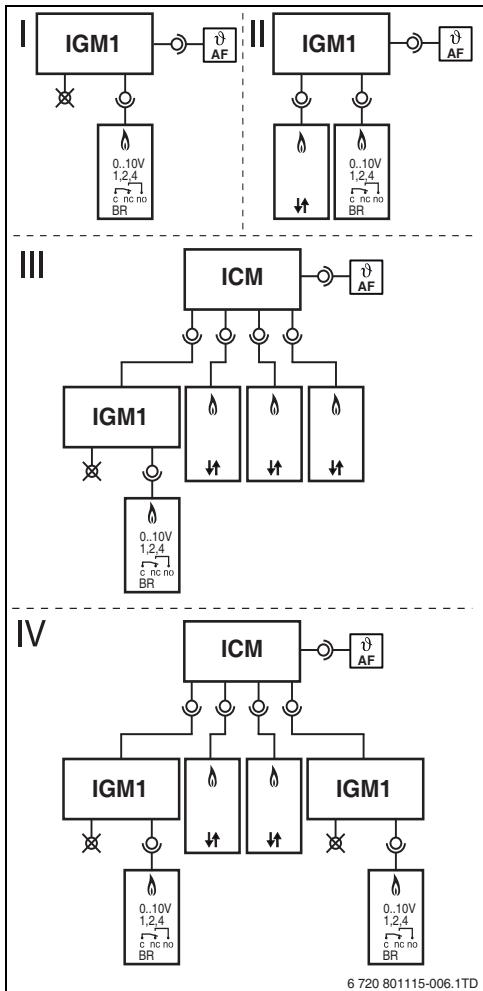

Fig. 3 Configurations
On distingue quatre configurations de base avec l'IGM. Celles-ci représentent les possibilités de l'IGM dans le système. Dans toutes les configurations, la sonde de température de départ jointe à la livraison (VF) peut être utilisée comme sonde de température de départ du système (VF alternative en tant que PFO), les 4 configurations de base sont décrites ici (→ fig. 3) :